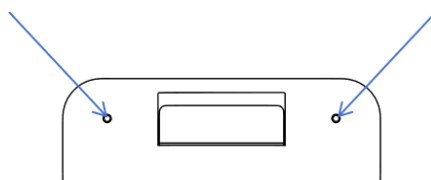

Abbildung 4.1
- (1) Messen Sie mit dem Maßband und markieren Sie mit dem Markierungsstift die Höhe von 0,8 ~ 1,2 m über dem Boden (bei niedrig gelegenen Gelände kann die Höhe entsprechend erhöht werden). Legen Sie das Pappe bohren horizontal über die Markierung.
- (2) Markieren Sie die 4 Befestigungslöcher des Pappe bohren auf der Wand mit dem Markierungsstift und bohren Sie mit der Bohrmaschine bis zu einer Tiefe von 35 mm.
- (3) Stecken Sie 4 Expansionsrohre in die gebohrten Löcher und befestigen Sie die Metallrückwand mit 2 Expansionsschrauben, wie in **Abbildung 4.1** dargestellt.